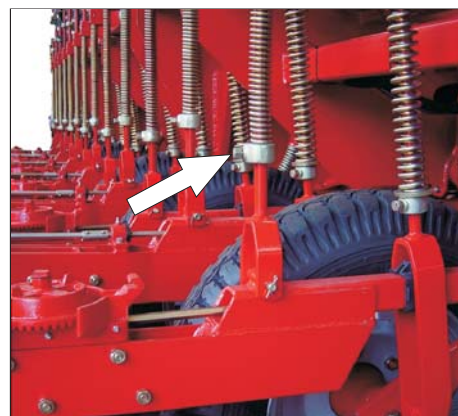

Fig. 16
1. Solte o parafuso de fixação do batente inferior. - **Fig. 16**